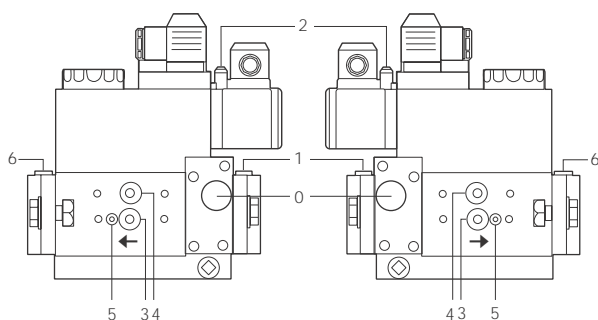
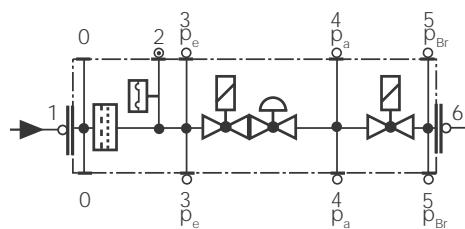

Рис. 21
Рис. 22
- 3). снять крепежные винты группы Multibloc (Рис. 21-А)
- 4). вставить уплотнительные кольца (10,5x2,25) в VPS 504 (Рис. 22-В, Рис. 21-В)
- 5). закрутить 4 винта блока контроля герметичности (M4x16) Рис. 21-С.
Для проверки работы, подсоедините манометр к штуцеру для отбора давления **PA** (Рис. 22). Если проверка завершилась положительно, через несколько секунд загорается жёлтая лампочка **LC**. В противном случае загорается красная лампочка блокировки **LB**. Чтобы перезапустить горелку, необходимо разблокировать блок управления нажатием на светящуюся кнопку **LB**.